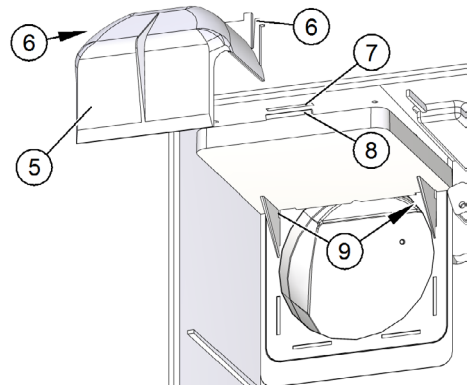

Abb. 27: Umbau von U nach U-H – Teil 2
- Beim Umbau von U auf U-H benötigen Sie zusätzlich das V-II Abweisteil (Pos. 5 in Abb. 27), Art.-Nr. 2056-00, das Sie gesondert bestellen müssen.
- ▶ Drehen Sie, wenn nötig, die Rückschlagklappe (Pos. 4 in Abb. 27) mit dem Klappenträger in die korrekte Lage (siehe Abschnitte 8.3.2 und 8.3.3).
- ▶ Setzen Sie den Klappenträger mit dem Anschlussstutzen in die Öffnung an der Gehäuserückwand ein (siehe Abb. 27).
- ▶ Setzen Sie die Nase (Pos. 8 in Abb. 27) der Verschlussplatte in das Langloch (Pos. 7 in Abb. 27) des Gehäuses ein und rasten Sie die Verschlussplatte nach oben ein.
- ▶ Rasten Sie die Nasen (Pos. 6 in Abb. 27) des Abweisteils (Pos. 5 in Abb. 27) in die Aussparungen (Pos. 9 in Abb. 27) an der Verschlussplatte ein.